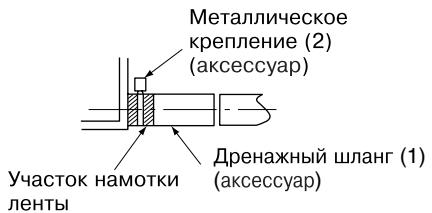

Рис. 22
- Используйте дренажный шланг (1) и металлический зажим (2). Вставьте дренажный шланг в дренажное гнездо до соприкосновения с серой лентой. (**См. рис. 22**) Затягивайте металлический зажим до тех пор, пока головка винта не приблизится к шлангу менее чем на 4 мм. (**См. рис. 23**)